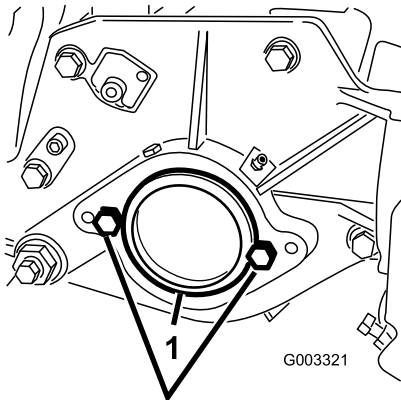

Figura 7
- Na extremidade direita da unidade de corte, retire o tampão de plástico da caixa de rolamentos (Figura 7).
- Retire os 2 parafusos da placa do lado direito (Figura 7).
1. Tampão de plástico 2. Parafuso (2)
- Instale os 2 parafusos de montagem do motor do cilindro na placa do lado esquerdo da unidade de corte (Figura 7).